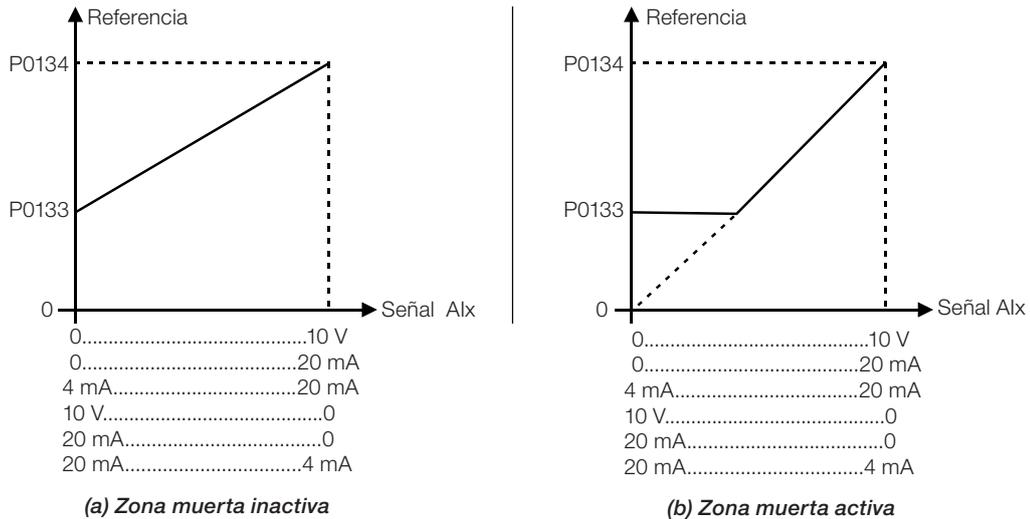

Figura 14.1: (a) y (b) Actuación de las entradas analógicas
Si el parámetro es configurado como Inactiva (P0230 = 0), la señal en las entradas analógicas actuará en la referencia de frecuencia a partir del punto mínimo (0 V / 0 mA / 4 mA o 10 V / 20 mA), y estará directamente relacionado a la velocidad mínima programada en P0133. Al utilizar con la función especial (P0203) de PID vía AI1 (1) o AI3 (2), el valor del setpoint PID (P0041) pasa a cero, no a la velocidad mínima (P0133). Consulte la Figura 14.1 en la página 14-3.
Si el parámetro es configurado como Activa (P0230 = 1), la señal en las entradas analógicas tendrá una zona muerta, donde la referencia de frecuencia permanece en el valor de la Velocidad Mínima (P0133), incluso con la variación de la señal de entrada. Consulte la Figura 14.1 en la página 14-3.
En el caso de las entradas analógicas AI3 programada para -10 V a +10 V (P0243 = 4), tendremos curvas idénticas a las de la Figura 14.1 en la página 14-3; solamente cuando AI3 sea negativa, el sentido de giro será invertido.